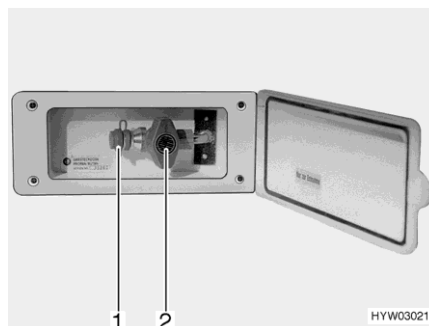

Fig. 193 Raccordement externe de gaz (robinet d'arrêt de gaz fermé)
- Raccorder l'appareil à gaz externe sur le raccord (Fig. 193,1).
- Ouvrir le robinet d'arrêt de gaz (Fig. 193,2).